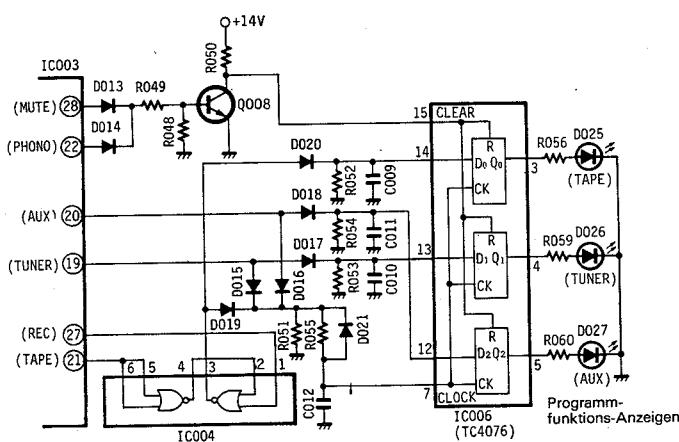

Abb. 10
Wenn während des Blinkens der PHONO-Anzeige (Stummsignal mit hohem Pegel) Anzeigeausgaben für TUNER, AUX und TAPE PLAY verfügbar sind, so wird das Signal verriegelt und von der Anzeige angezeigt. Rückstellung erfolgt, wenn die PHONO-Anzeige und die Stummausgabe auf OFF (Aus) stehen. In Abb. 10 funktioniert IC006 (TC4076) gemäß der Wahrheitswerttabelle in Tabelle 4. Bei hoher Spannung von CLEAR-Stift ⑯, oder, in anderen Worten, bei niedriger Spannung beider Stifte MUTE ⑯ und PHONO ⑰ von IC003 werden die Ausgabestifte ③ ~ ⑤ von IC006 auf niedrige Spannung gesetzt und die Programmfunktionsanzeigen erlöschen.